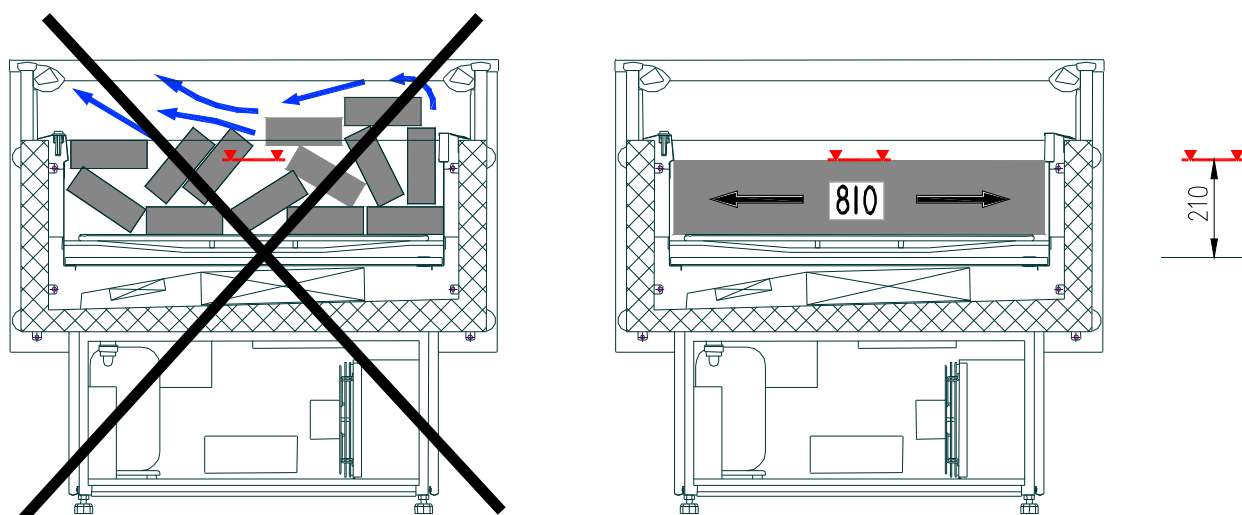

Рис. 5. Загрузка витрины продуктами
- Ø Проверить правильность расположения продуктов в витрине, согласно п. 3.7 и рис. 5.